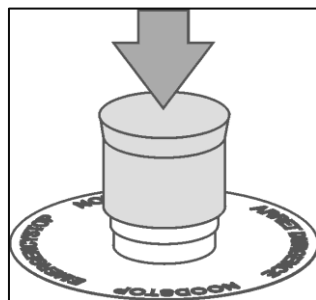

Abb. 5-1
1. Drücken Sie auf die rote Kappe des NOT-AUS-Schalters (Abb. 5-1).